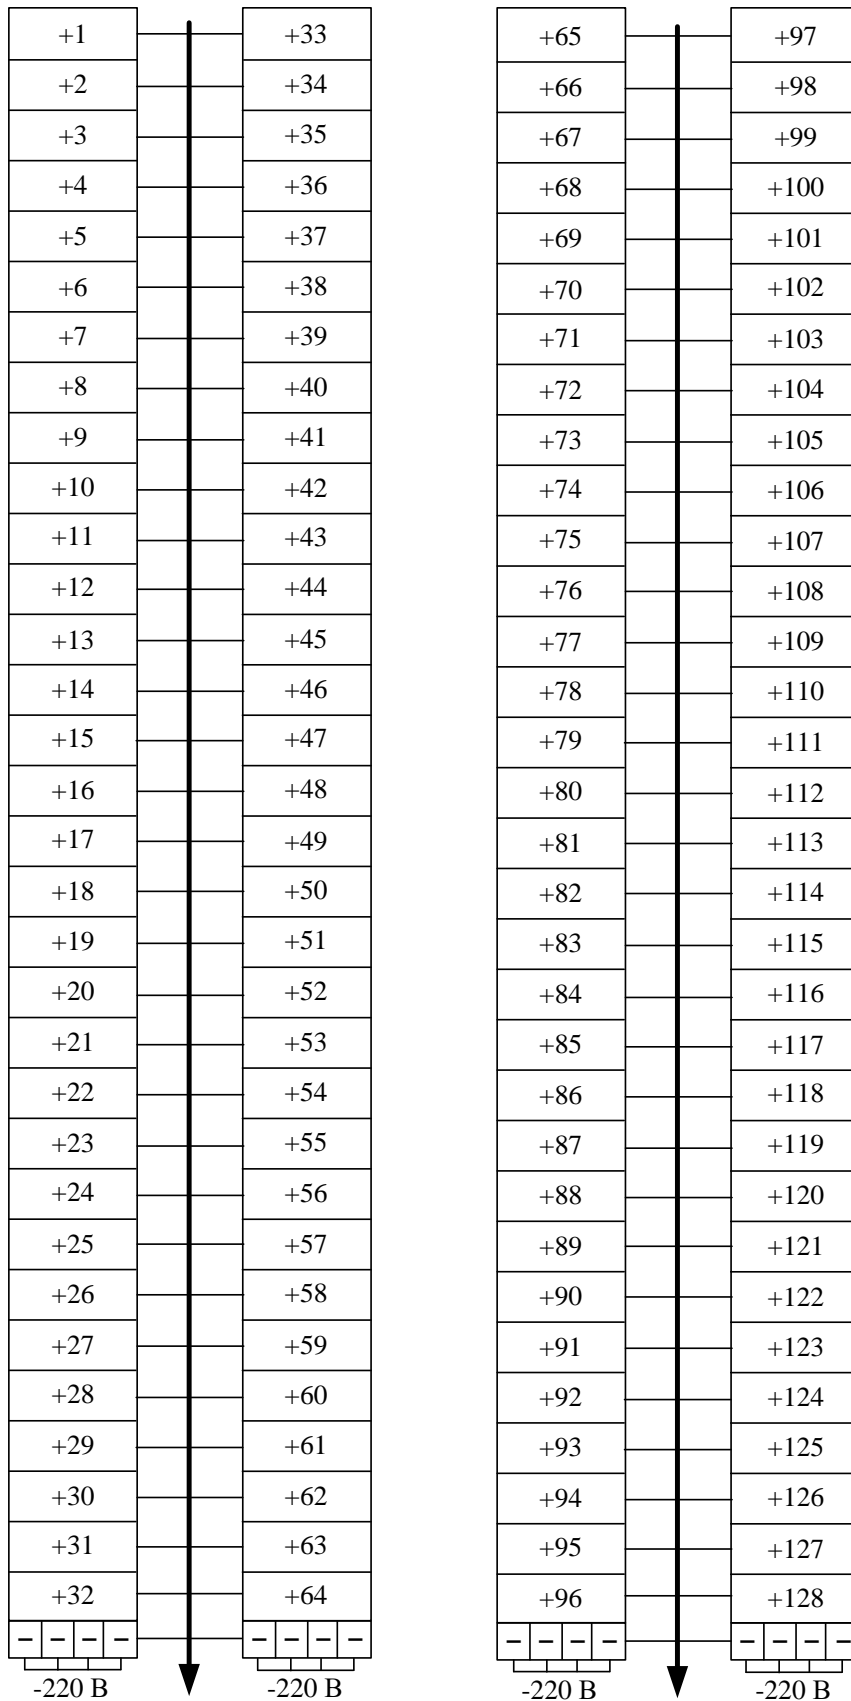

Рис. 19. Схема під'єднання бінарних входів Пристрою до зовнішніх кіл
8.4. Під'єднати бінарні входи згідно рис. 19. Бінарні входи виконані у вигляді окремих модулів по 64 входи. Можливий варіант з 64 або 128 бінарними входами. Живлення бінарних входів здійснюють від джерела постійного струму напругою 220 В.